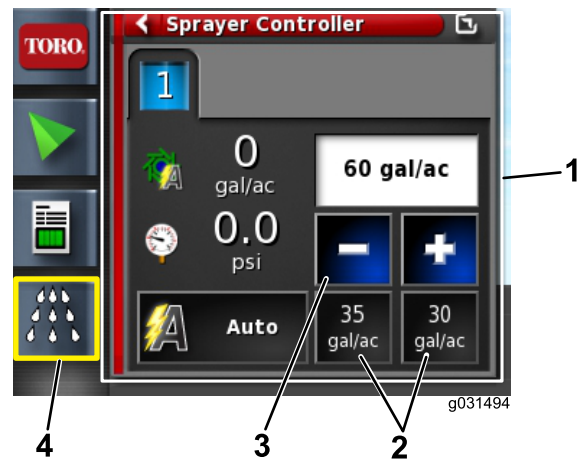

Figura 129
4. Si el caudal no es correcto, cambie el caudal pulsando los iconos de caudal preajustado, pulse los iconos Aumentar y Reducir para modificar el caudal de forma incremental, o seleccione el campo Caudal actual e introduzca el caudal de aplicación con el teclado numérico (Figura 129 y Figura 130).